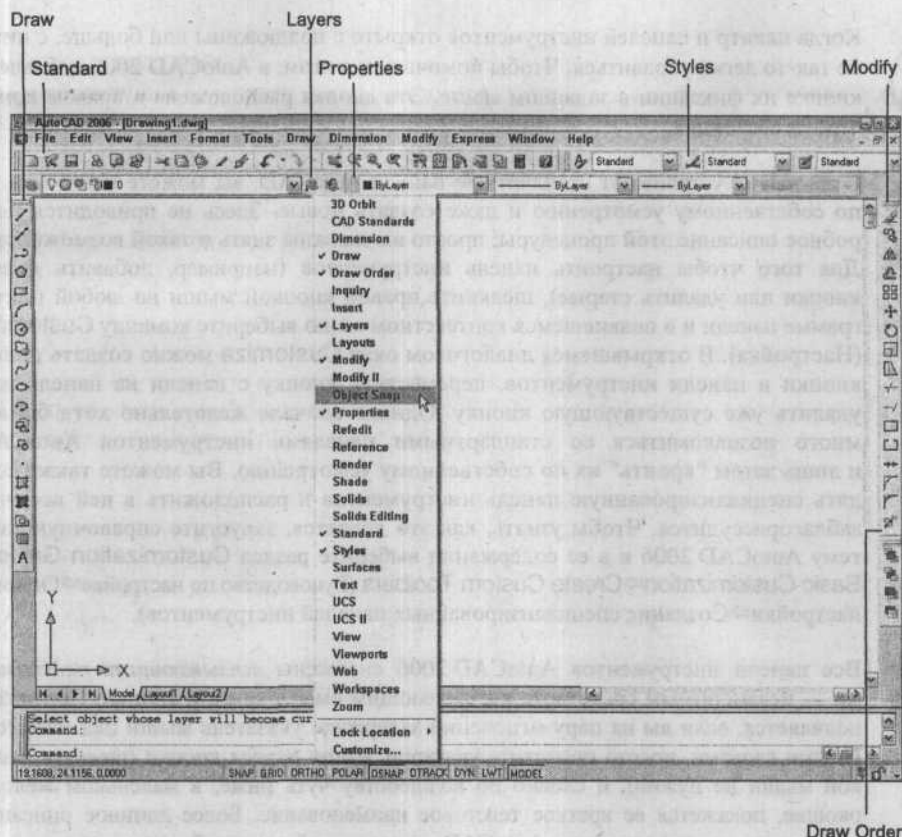

Рис. 2.3. Панели инструментов
Как и в любой программе Windows, панели инструментов AutoCAD 2006 предоставляют быстрый доступ к наиболее часто используемым командам. Программа AutoCAD поставляется с несколькими панелями инструментов (рис. 2.3). Наиболее важные из них перечислены ниже.
- ✓ Чтобы открыть или скрыть панель инструментов, щелкните правой кнопкой мыши на любой панели и в раскрывшемся списке установите или снимите флажок рядом с ее именем (см. рис. 2.3).
На рис. 2.3 показан экран AutoCAD с панелями инструментов, расположенными по умолчанию. В большинстве случаев их достаточно. Панель Draw Order можете закрыть, так как вряд ли вы будете использовать ее часто. Если вам понадобятся дополнительные средства, можете вывести на экран еще несколько панелей инструментов, например Object Snap (Объектная привязка) или Dimension (Размерные объекты). В ходе изложения материала всегда указывается, какие панели инструментов вам понадобятся.